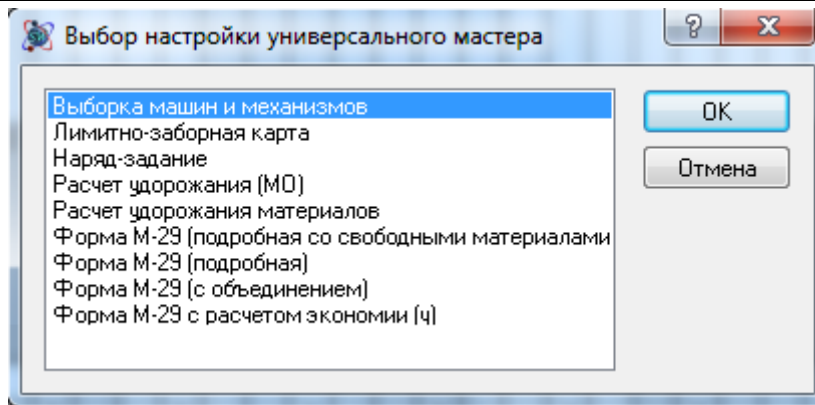

Рис. 4.108 Диалоговое окно Выбор настройки универсального мастера
4. В открывшемся окне *Выбор настройки универсального мастера* (рис. 4.108) выбрать нужный тип форм и нажать кнопку **ОК**.